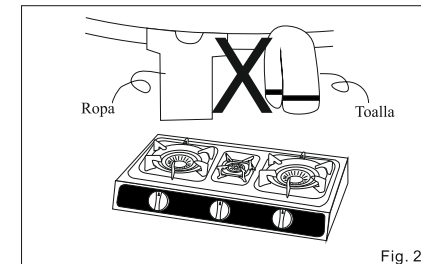

Fig. 2
- Use solo para cocinar. No seque toallas o ropa encima del aparato (Fig.2)